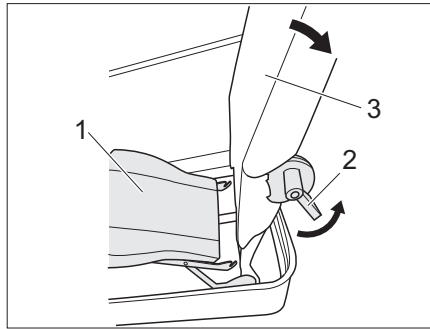
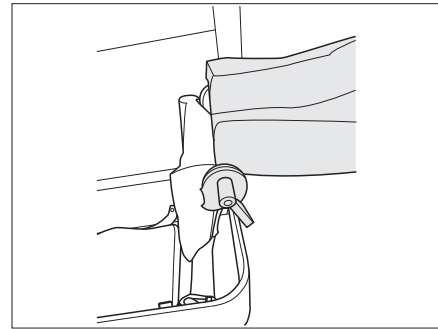

Fig. 211 Desenganchar la superficie de asiento
Fig. 212 Respaldo del asiento girado 90° hacia atrás
- Desenganchar la superficie de asiento (Fig. 211,1) y mover hacia abajo.
- Accionar la palanca 1 (Fig. 211,2) y girar hacia atrás en 90° (Fig. 212) el respaldo del asiento (Fig. 211,3).